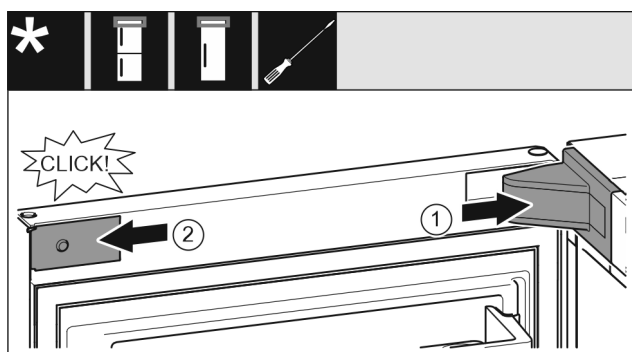

Fig. 27
- ▶ Nasadte a zaklapněte kryt stojanu ložiska Fig. 27 (1), příp. opatrně přitlačte od sebe.
- ▶ Z boku nasadte zásepku Fig. 27 (2) a zaklapněte.